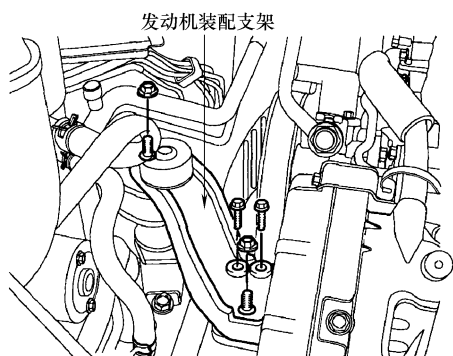

图 31-33 拆卸螺栓、螺母和发动机装配支架
② 拆卸 2 个螺栓、2 个螺母和发动机装配支架，如图 31-33 所示。